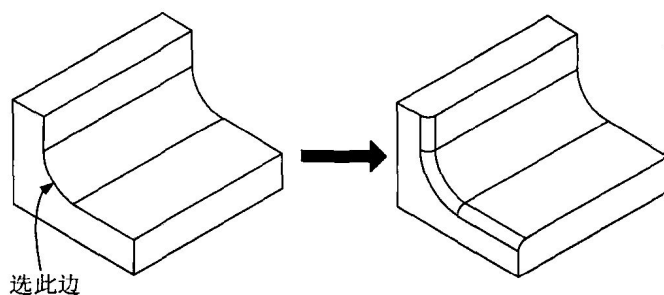

图 1.13
- **Tangent Chain(相切链):** 选取连续相切的边为欲倒圆角的边, 此为缺省的选项, 即做 Round 时, 若所选的边与其邻接边相切, 则圆角将一直延伸至相切的邻接边, 直到不相切为止。例如, 图 1.13 是以 Edge Chain → Tangent Chain 的方式选边做圆角。